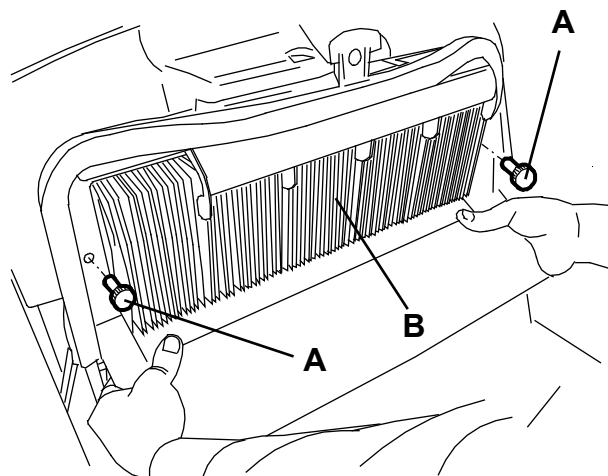
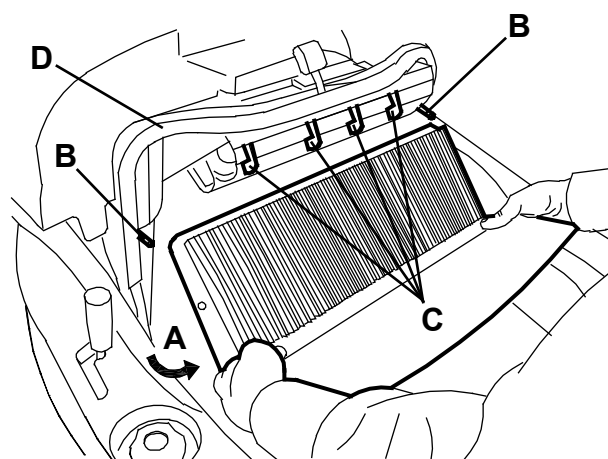
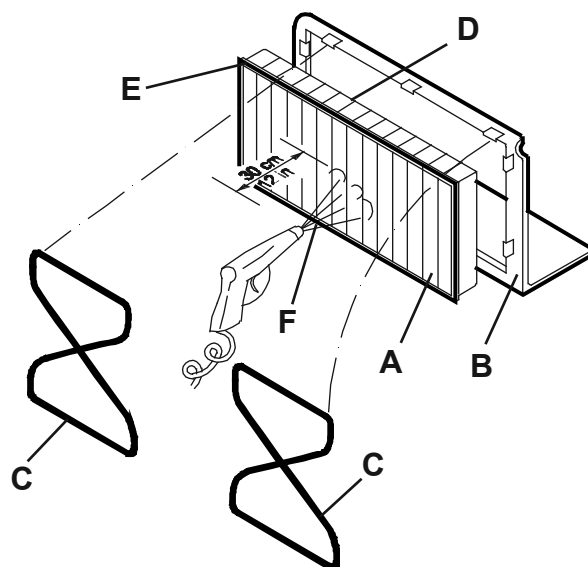

Figure 8
Figure 9
Figure 10
2. Positionner l'interrupteur général (1) sur "0".
3. Déposer le conteneur déchets (9).
4. Dévisser les pommeaux (A, Fig. 8).
5. Saisir le filtre à poussière (B) comme indiqué dans la figure.
6. Déposer le filtre à poussière en le tournant dans la direction de la flèche (A, Fig. 9) pour le dégager des pivots (B), puis le baisser pour le dégager des peignes (C) du secoueur.
7. Séparer le filtre (A, Fig. 10) du cadre (B) en dégageant les 2 élastiques (C).
8. A l'extérieur, dans un endroit approprié, nettoyer le filtre en le secouant sur une surface horizontale et propre, en battant le côté (D) opposé à celui du joint (E). Compléter le nettoyage à l'aide d'un jet perpendiculaire d'air comprimé (F) (6 bars maximum), en soufflant uniquement du côté du joint (E) à une distance minimum de 30 cm.
11. Nettoyer le joint en caoutchouc (E) du filtre le long du périmètre et en vérifier l'intégrité et l'étanchéité. Dans le cas contraire, remplacer le filtre.
12. Nettoyer le joint (D, Fig. 9) du conteneur déchets le long du périmètre et en vérifier l'intégrité et l'étanchéité. Dans le cas contraire, en effectuer le remplacement.
Lors du remontage, le filtre doit être orienté avec le joint (E, Fig. 10) positionné comme indiqué dans la figure.